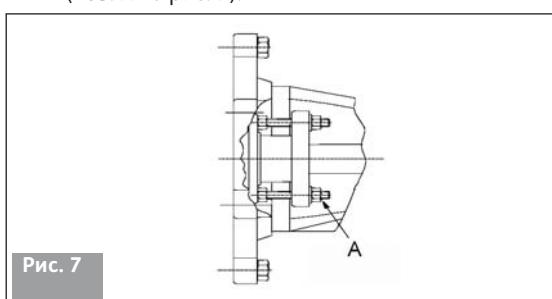

Рис. 7
10. При необходимости можно слегка затянуть втулку сальника при помощи крепежных гаек (поз. A на рис. 7).